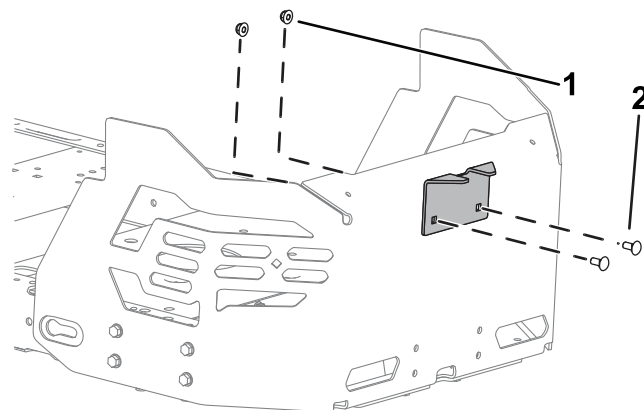

Figura 14
2. Montirajte podupirač za stabilizaciju na štitnik motora pomoću 2 zavrtnja sa poluokruglom kapom ($\frac{5}{16} \times \frac{3}{4}$ ") i 2 kontranavrte ($\frac{5}{16}$ ") kako je prikazano na Figura 14.